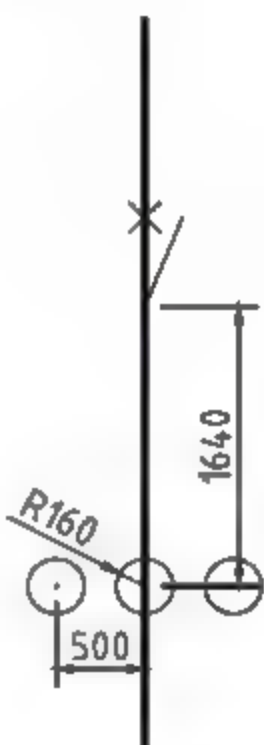

图9-92 绘制圆形
**03** 调用C【圆】命令，结合【临时点捕捉】和【对象捕捉】功能，绘制圆。调用CO【复制】命令，复制圆形，如图9-92所示。